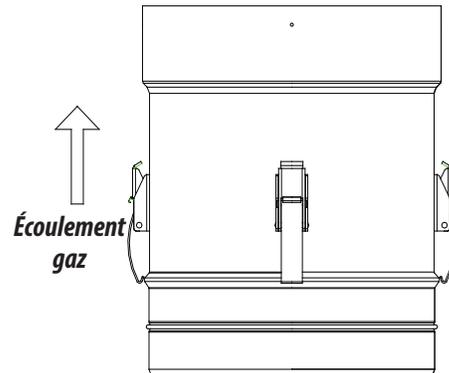

Figure 13 - Adaptateur MÂLE
- II- L'adaptateur Mâle permet de raccorder le conduit rigide au conduit flexible. Il a des loquets et un joint torique en Viton® noir (Figure 13). Il est installé au bas de la longueur flexible.